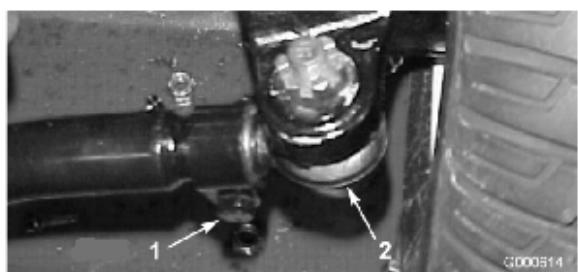

図 47
2. 調整が必要な場合は、タイロッドのボール・ジョイントのコッターピンとナットを外す(図47)。次に、タイ
3. タイロッド両側のクランプをゆるめる(図47)。